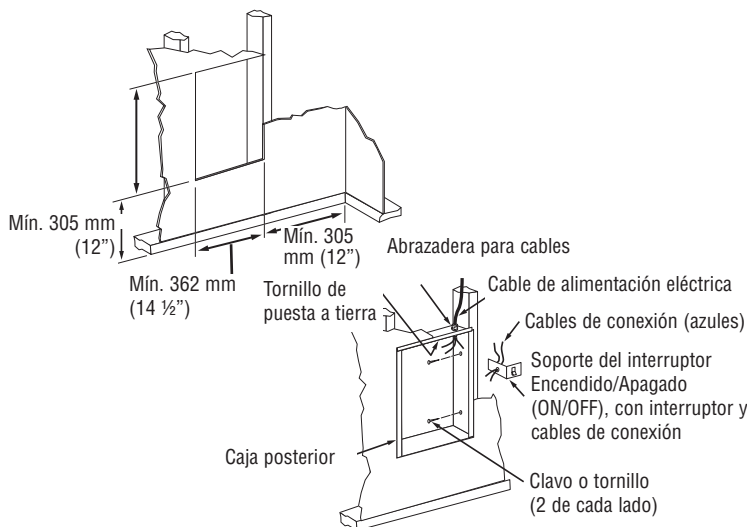

Figura 2. Ubicación de la caja posterior en una construcción existente
1. Practique en la pared una abertura de 362 mm (14-1/2") de ancho por 470 mm (18-1/2") de alto, a la altura deseada para la instalación, pero a no menos de 305 mm (12") del piso o de la pared adyacente. (Vea la Figura 2). Elija la ubicación de modo que al menos un lado de la abertura coincida con un travesaño de la pared.
2. Tienda un cable de alimentación eléctrica hacia el área de los prepunzonados, en el ángulo superior derecho de la abertura de la pared (vea la Figura 2). Todo el cableado debe hacerse de acuerdo con los códigos eléctricos nacionales y locales. Vea los calibres correctos de cables en 'Especificaciones'.